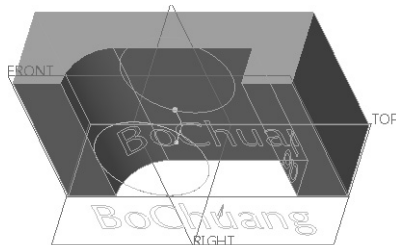

图 5-200 选择草绘
- 3) 在模型中选择要包络到另一曲面上的草绘基准曲线。预览几何将显示该工具在默认包络方向找到的第一个实体或面组上的包络基准曲线，如图 5-200 所示。